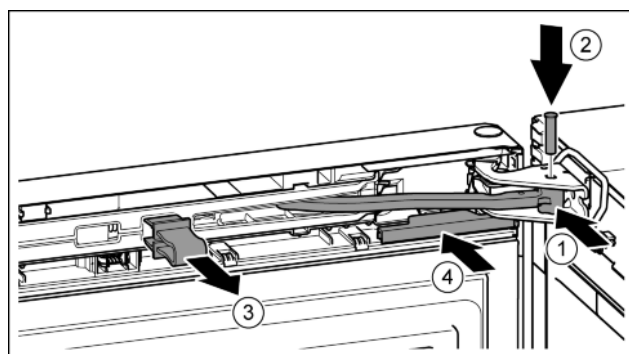

Fig. 21
- ▶ Przegub obrócić w płytce zawiasu. Fig. 21 (1)
- Sworzeń umieścić w płytce zawiasu i przegubie. Przy tym zwrócić uwagę, aby krzywka zatraskowa została prawidłowo umieszczona w rowku. *Fig. 21 (2)*
- Zdjąć zabezpieczenie. *Fig. 21 (3)*
- Wsunąć osłonę. *Fig. 21 (4)*